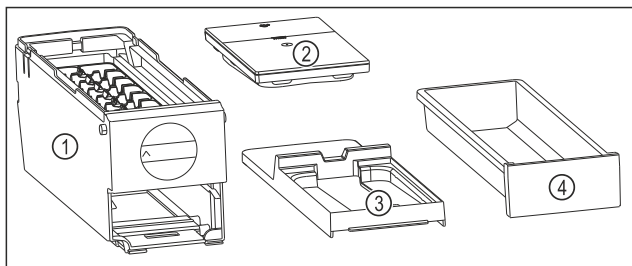

Fig. 80 Součásti EasyTwist-Ice
- ▶ EasyTwist-Ice je rozebrán na čtyři části. (viz Fig. 80)
- ▶ EasyTwist-Ice rozebírejte pouze na zobrazené součásti. (viz Fig. 80)
- ▶ Korpus EasyTwist-Ice Fig. 80 (1) vyčistěte jako celek.